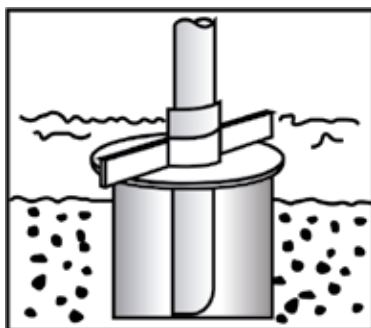

Figura 13: Tampa do poço
- Antes de conectar o último tubo, deve-se encaixá-lo na tampa do poço (flange de boca de poço), conforme mostra a figura 13.